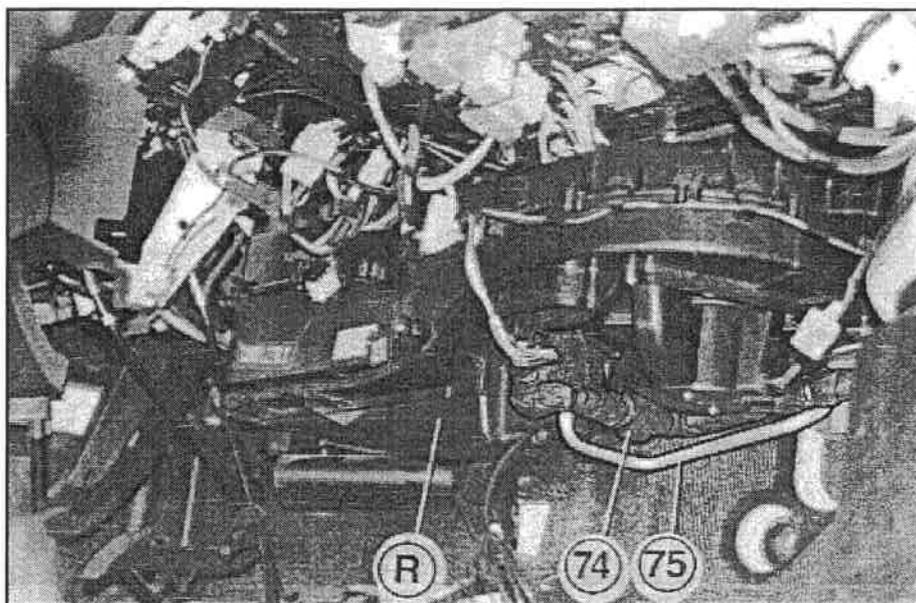

FIG. 47
- I** Eseguire sulla flangia originale «K» il foro asolato «i» necessario al passaggio dei raccordi della batteria evaporante in uscita dall'abitacolo (vedi fig. 47) seguendo le indicazioni di figura, riferite al foro originale «m». Forare Ø35 mm nel punto «n», al centro di impronta esistente sul lato posteriore. Forare Ø22 mm nel punto «o» al centro di impronta esistente sul lato posteriore, ed in asse con il foro originale «p».
- F** Effectuer sur la bride originale «K» le trou en boutonnière «i» nécessaire pour le passage des raccords de la batterie évaporateur en sortie de l'habitacle (voir fig. 47), en suivant les indications de la figure, se référant au trou original «m». Percer Ø35 mm au niveau du point «n», au centre de l'empreinte existante sur le côté postérieur. Percer Ø22 mm au niveau du point «o», au centre de l'empreinte existante sur le côté postérieur et en axe avec le trou original «p».
- GB** On the original flange «K» prepare the slotted hole «i» required for passage of the evaporating unit connections passed out of the passenger compartment (see Fig. 47). Follow the indications given in the figure taking the original hole «m» as reference. At point «n» in the center of the imprint found on the back, drill Ø35 mm. At point «o» in the center of the imprint found on the back, drill Ø22 mm; it must also be in axis with the original hole «p».
- D** Auf Original-Flansch «K» Schlitzöffnung «i» unter Befolgung der Anleitungen der Abbildung zur Originalbohrung bezogen ausführen. Diese ist für den Durchgang der Anschlüsse des Wärmetauschers am Austritt des Fahrzeugs notwendig (siehe Abb. 47). Im Punkt «n» in der Mitte der Markierung auf der hinteren linken Seite Ø35 mm bohren. Im Punkt «o» in der Mitte der Markierung auf der hinteren Seite und auf der Achse mit der Original-Bohrung «p» Ø22 mm bohren.
- E** Efectuar en la brida original «K» la ranura «i» necesaria para el pasaje de los empalmes de la batería evaporante a la salida del habitáculo (ver fig. 47) siguiendo las indicaciones de la figura, referidas al orificio original «m». Perforar Ø35 mm en el punto «n», al centro de la impresión existente en el lado posterior. Perforar Ø22 mm en el punto «o» al centro de la impresión existente en el lado posterior, y en la misma línea del orificio original «p».
- I** Eseguire sulla flangia originale «K» il foro asolato «i» necessario al passaggio dei raccordi della batteria evaporante in uscita dall'abitacolo (vedi fig. 47) seguendo le indicazioni di figura, riferite al foro originale «m». Forare Ø35 mm nel punto «n», al centro di impronta esistente sul lato posteriore. Forare Ø16 mm nel punto «o» al centro di impronta esistente sul lato posteriore, ed in asse con il foro originale «p».
- F** Effectuer sur la bride originale «K» le trou en boutonnière «i» nécessaire pour le passage des raccords de la batterie évaporateur en sortie de l'habitacle (voir fig. 47), en suivant les indications de la figure, se référant au trou original «m». Percer Ø35 mm au niveau du point «n», au centre de l'empreinte existante sur le côté postérieur. Percer Ø16 mm au niveau du point «o», au centre de l'empreinte existante sur le côté postérieur et en axe avec le trou original «p».
- GB** On the original flange «K» prepare the slotted hole «i» required for passage of the evaporating unit connections passed out of the passenger compartment (see Fig. 47). Follow the indications given in the figure taking the original hole «m» as reference. At point «n» in the center of the imprint found on the back, drill Ø35 mm. At point «o» in the center of the imprint found on the back, drill Ø16 mm; it must also be in axis with the original hole «p».
- D** Auf Original-Flansch «K» Schlitzöffnung «i» unter Befolgung der Anleitungen der Abbildung zur Originalbohrung bezogen ausführen. Diese ist für den Durchgang der Anschlüsse des Wärmetauschers am Austritt des Fahrzeugs notwendig (siehe Abb. 47). Im Punkt «n» in der Mitte der Markierung auf der hinteren linken Seite Ø35 mm bohren. Im Punkt «o» in der Mitte der Markierung auf der hinteren Seite und auf der Achse mit der Original-Bohrung «p» Ø16 mm bohren.
- E** Efectuar en la brida original «K» la ranura «i» necesaria para el pasaje de los empalmes de la batería evaporante a la salida del habitáculo (ver fig. 47) siguiendo las indicaciones de la figura, referidas al orificio original «m». Perforar Ø35 mm en el punto «n», al centro de la impresión existente en el lado posterior. Perforar Ø16 mm en el punto «o» al centro de la impresión existente en el lado posterior, y en la misma línea del orificio original «p».